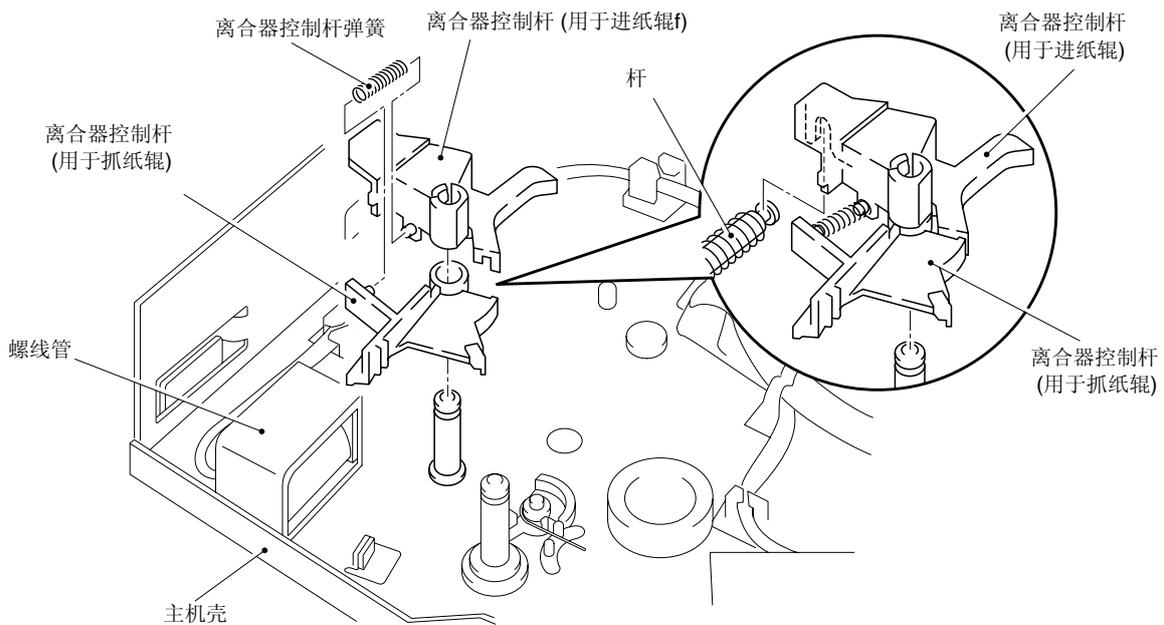

图 4-74
- 当重新安装进纸辊离合器控制杆时，要把杆上的U形凹槽放在螺线管里的杆上（如图4-74所示）。
(5) 将主机壳的右侧朝上放置，取下齿轮59（如果在拆卸定影单元时没有将其取下的话）。